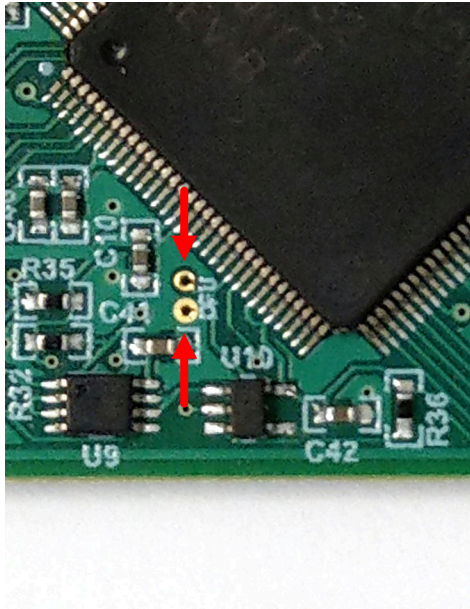

图 3-4. 用于手动进入 DFU 模式的测试点
- 使用镊子 (或导线) 短接标记为 *DFU* (请参阅图 3-4) 的两个测试点，同时按下 RESET 按钮。如果正确操作，SCB 上的 LED D1 会熄灭，而 LED D5 (电源 LED) 保持亮起。如果 LED D1 仍点亮，则 GUI 固件仍为运行状态，器件未进入 DFU 模式。